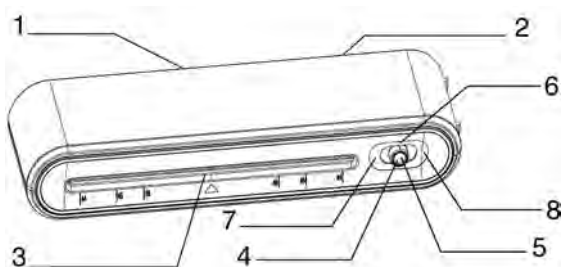

рис. 1
2. Как только загорится синяя лампочка, устройство готово для ламинирования (рис. 1).